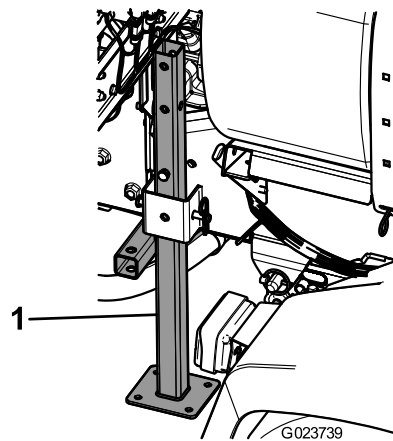

Bild 51
3. Setzen Sie die hinteren Stützböcke von unten in den Rahmen in der Nähe der hinteren Vergurtungsstellen ein (Bild 51).